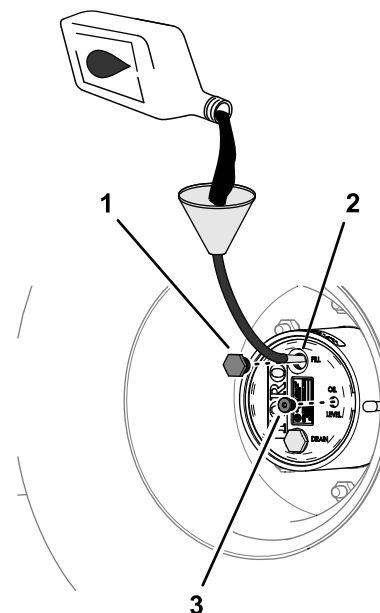

Рисунок 98
масло указанного типа, пока оно не начнет выливаться из контрольного отверстия (Рисунок 98); см. раздел Характеристики масла в планетарной передаче (страница 79).
6. Поставьте пробку заливного отверстия и пробку контрольного отверстия на свои места (Рисунок 98).
- Через заливочное отверстие медленно долейте трансмиссионное масло указанного типа; см. Рисунок 98 в разделе Проверка масла в планетарной передаче \(страница 79\).
- Установите на место пробку заливочного отверстия и пробку контрольного отверстия, см. Рисунок 98 в разделе Проверка масла в планетарной передаче \(страница 79\).